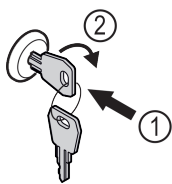

Fig. 166 Примерное изображение
- ▶ Вставьте ключ Fig. 166 (1).
- ▶ Поверните ключ на 90° по часовой стрелке Fig. 166 (2).